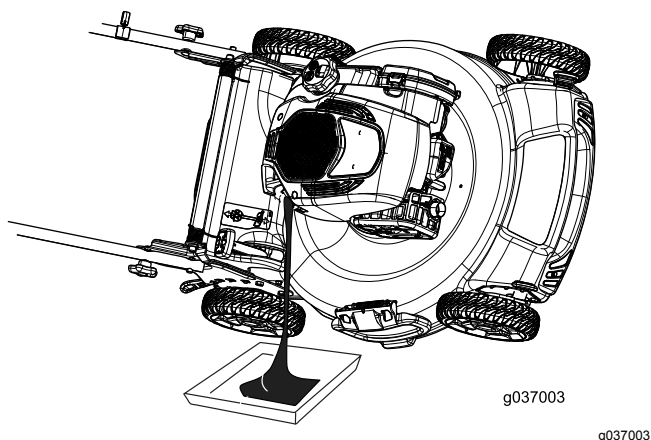

Figura 32
4. Inclinate la macchina sul fianco (di modo che il filtro dell'aria si trovi in alto) per scaricare l'olio usato attraverso il tubo di riempimento (Figura 32).